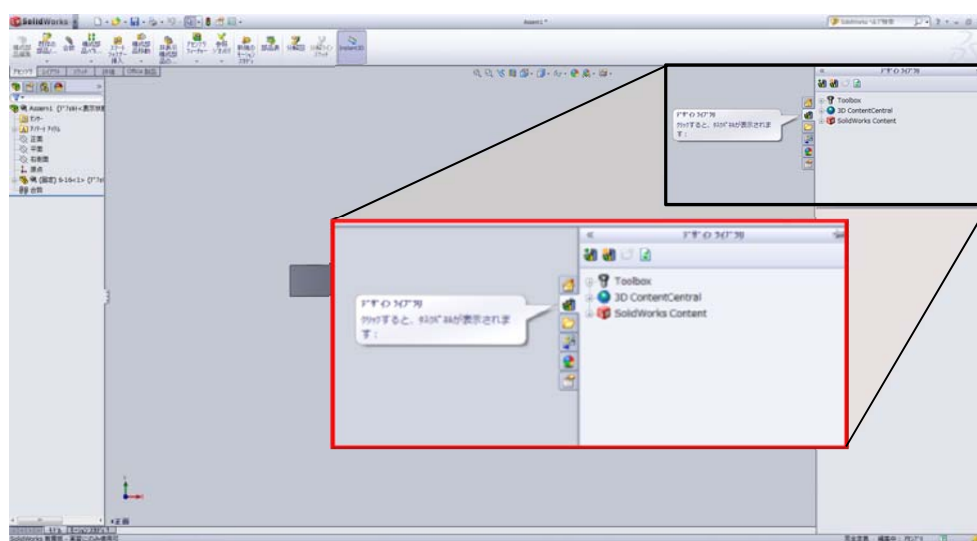
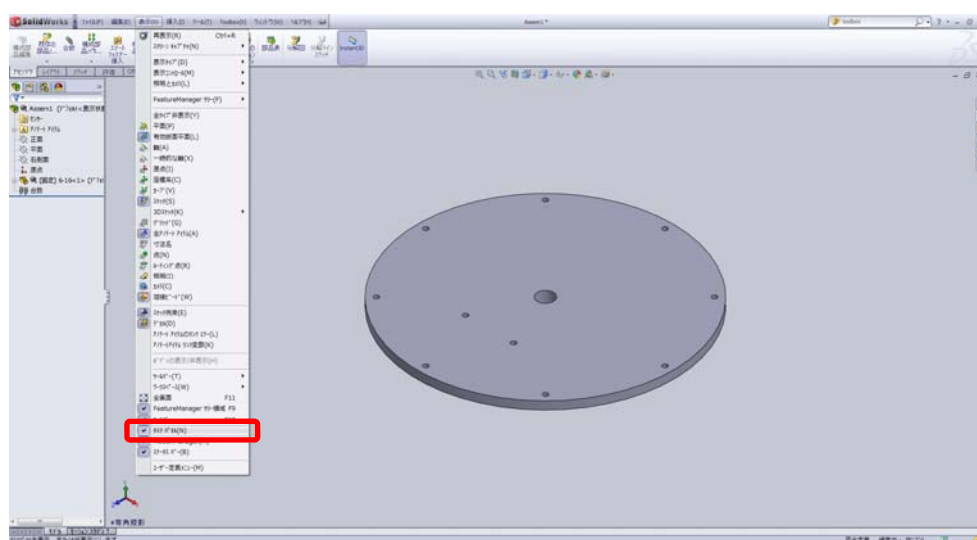

図 1.
図 2.
- ① Toolbox は画面右側にある「タスクパネル」の上から 2 番目のタブ、「デザインライブラリ」の中にある（図 1）。タスクパネルが無い時は「表示」の「タスクパネル」を選択（図 2）。